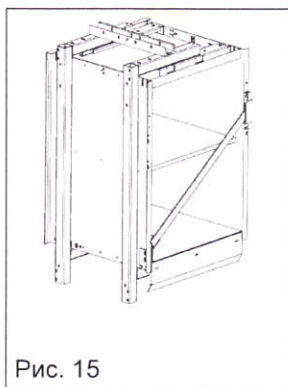

Рис. 15
- Барьеры кабины лифта (Рис. 15)